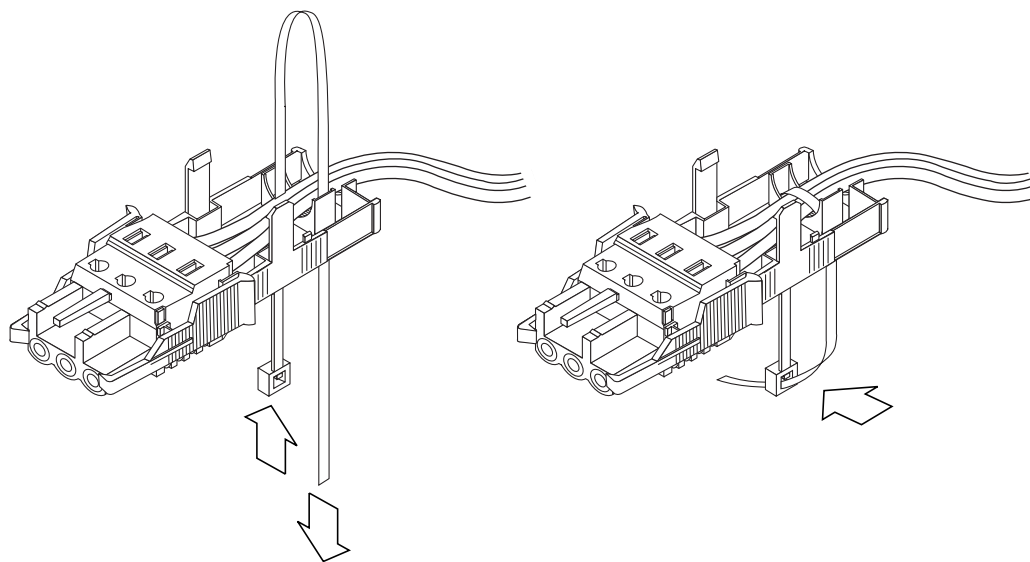

FIGURA 2-11 Bloccaggio dei fili all'alloggiamento antideformazione
- 3. Inserire la fascetta nella parte inferiore dell'alloggiamento antideformazione come indicato nella FIGURA 2-11.**